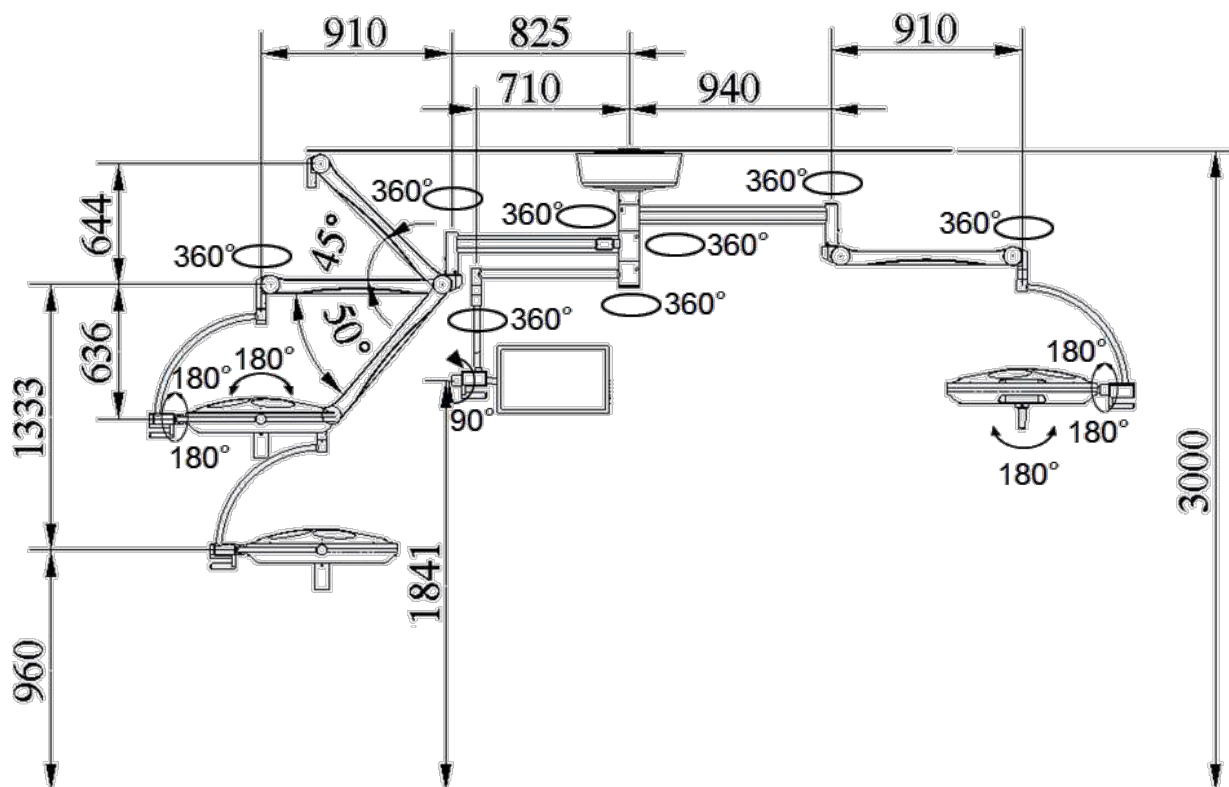

FIGURA 23 – FOCO CIRÚRGICO DUPLO DE TETO INP-MASTER COM MONITOR E CÂMERA
- Figura 23 para o Duplo INP-MASTER com Monitor e Câmera;